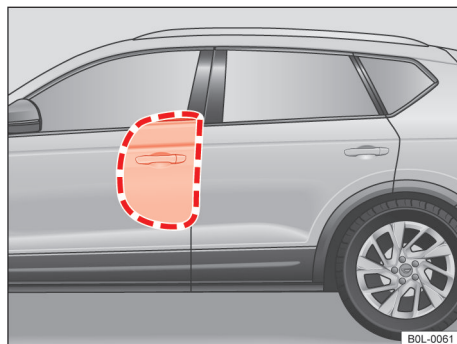
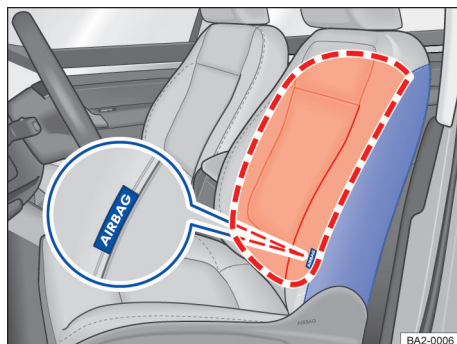

图 33 车辆左侧：侧面安全气囊的膨胀范围
图 34 左前座椅侧面：侧面安全气囊安装位置及膨胀范围
取决于车型装备，前排座椅可装备侧面安全气囊 → 图 33：
- 前排座椅侧面安全气囊安装在驾驶员座椅和前排乘员座椅外侧靠背软垫中 → 图 34。
→ 图 33 和 → 图 34 中红色线条环绕的区域为侧面安全气囊触发膨胀时的作用范围（膨胀区）。因此，在该区域内不得存放或固定任何物品 → ▲。